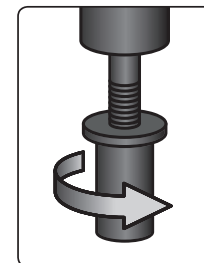

Fig. 4
- 4) Réglez le sens de rotation de la tête du mandrin vers la droite. Ne tenez plus l'adaptateur dans une main pour lui permettre de tourner et tout en tenant l'écrou de rivet dans une main, laissez l'axe central fileté de l'adaptateur se visser dans l'écrou (fig. 4). L'écrou de rivet doit être vissé sur l'axe dans le sens indiqué à la fig. 4, autrement, il ne sera pas possible de tirer l'écrou du rivet.